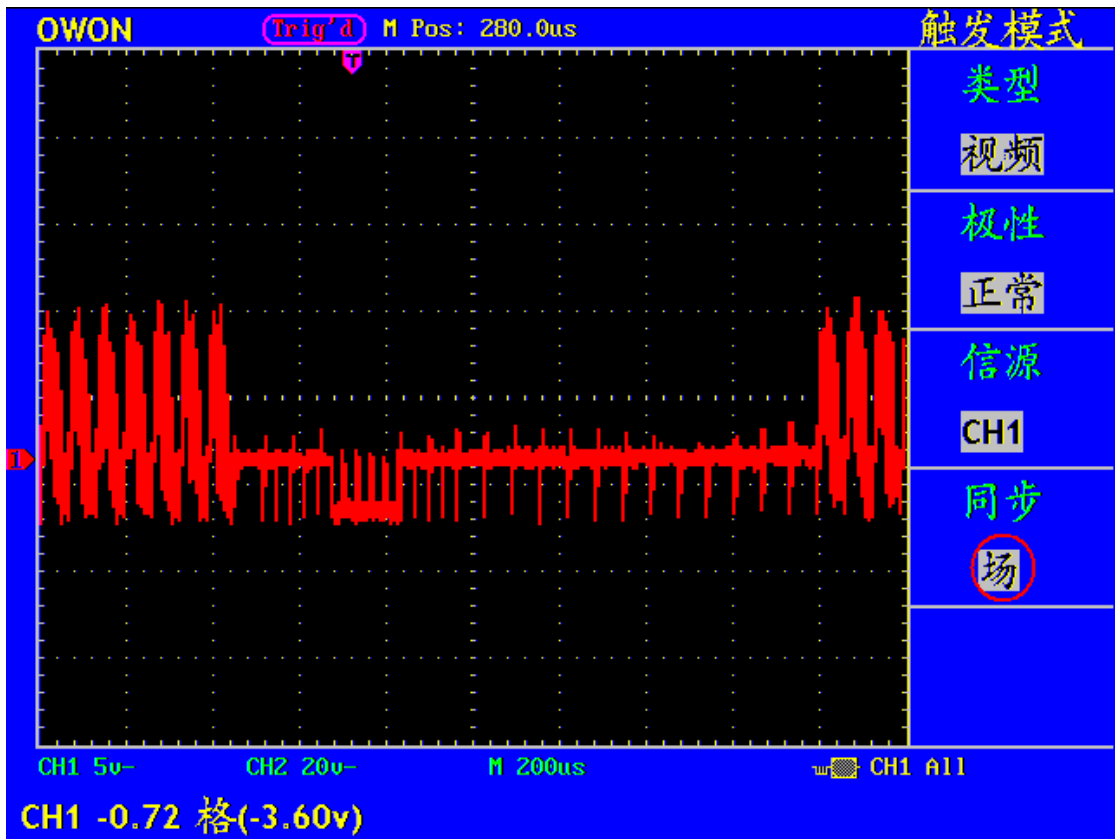

图 31 视频场触发波形
- 5、按 **F4** 菜单选择按键，选择同步为 **场**。屏幕显示见图31。